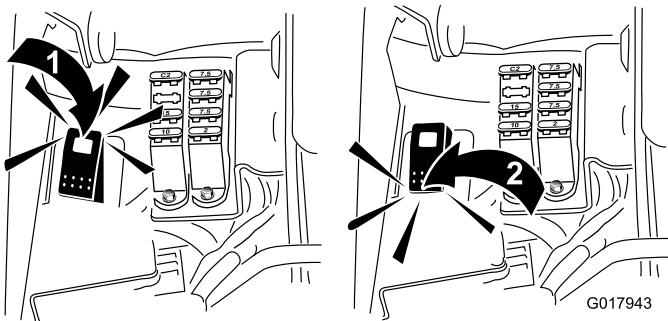

Figure 53
- Amenez la commande de rodage à la position rotation arrière (R) (Figure 53).